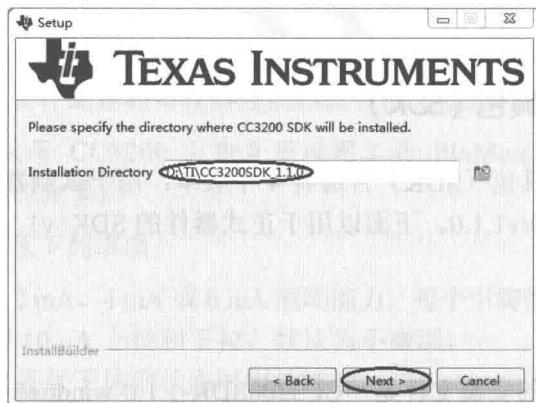

图 2.3 CC3200 SDK v1.1.0 安装目录
(3) 阅读许可协议，选择“*I accept the agreement*”（我接受此协议），单击“*Next*”（下一步）按钮，显示如图 2.3 所示的安装目录。